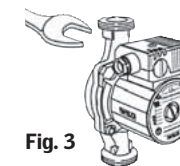

Fig. 3
- Wanneer de pomp op de buisleidingen wordt aangesloten kan hij tegen verbuigen worden beveiligd door een steeksleutel op de sleutelvlakken te zetten die voor dit doel zijn aangebracht (fig. 3).